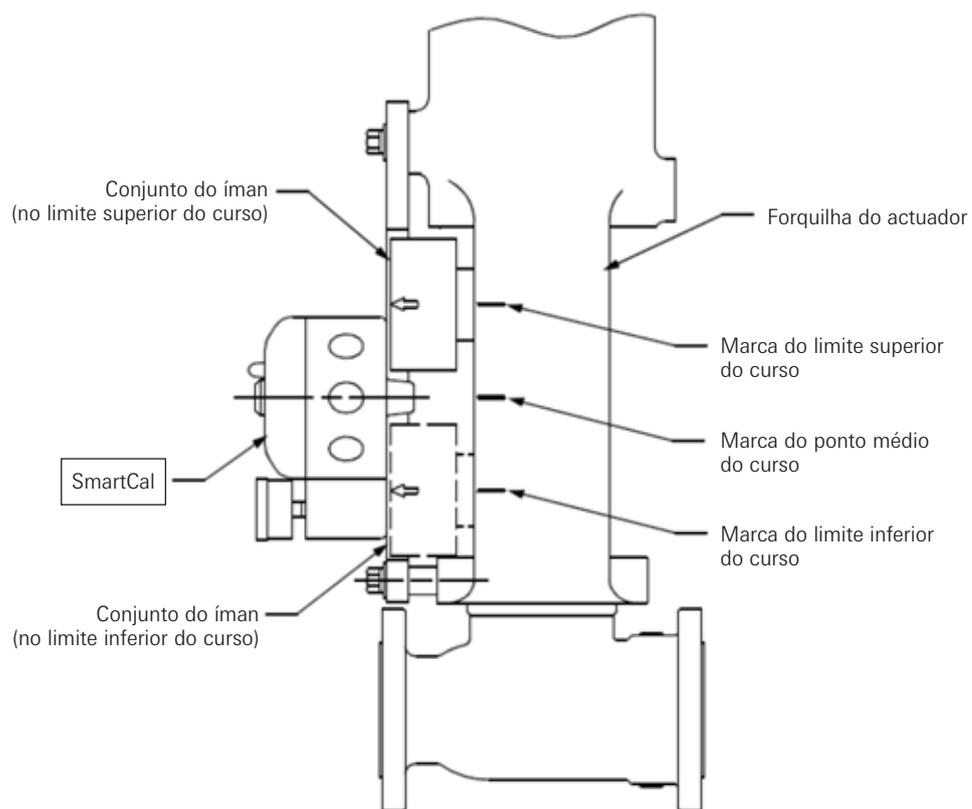

Figura 2-4 B
4. Finalmente, montar o posicionador no suporte, de modo a que o sensor do posicionador (nariz) do SmartCal esteja alinhado com a marca do ponto médio. (Consultar a Figura 2-4 B).